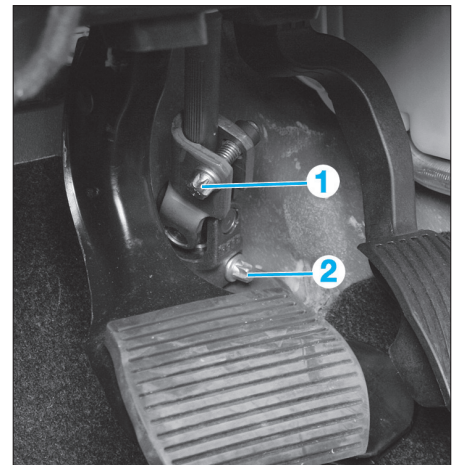

Fig. 10
- Déposer les vis (1) et (2) puis désaccoupler l'arbre intermédiaire de colonne de direction du boîtier de direction (Fig.10).